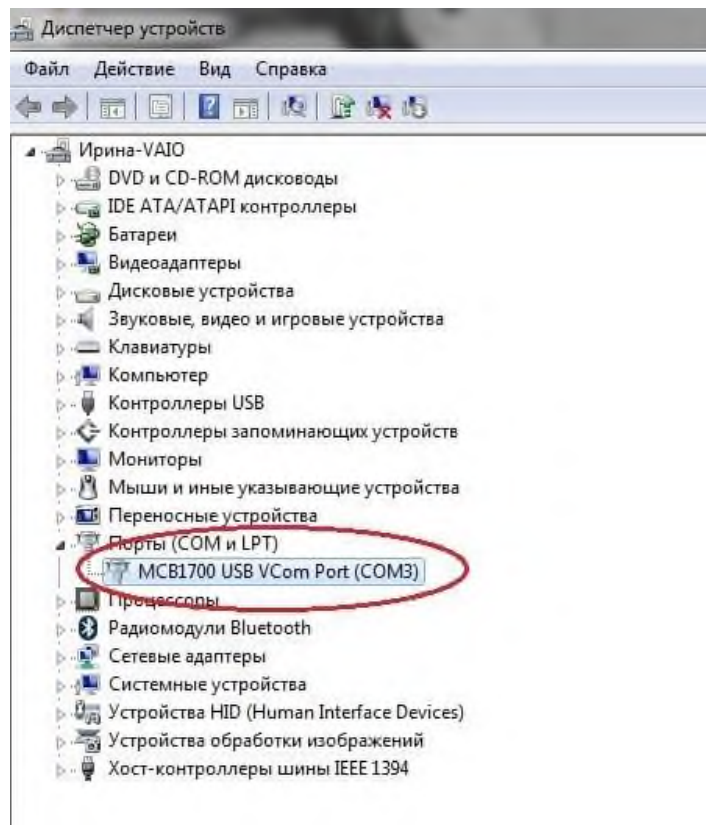

Рисунок 2 – Диспетчер устройств. Порт устройства после установки драйверов.
- В дереве Диспетчера устройств в папке **Порты (COM и LPT)** появится новый порт (рисунок 2) с названием **MCB1700 USB VCom Port (COM3)**, который является портом, автоматически назначенным для подключаемого устройства.